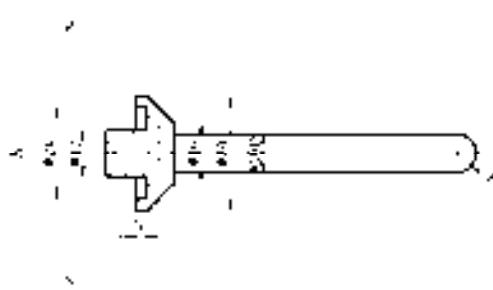

图 6-48 标注角度尺寸
- 6) 标注角度尺寸。单击“标注”工具栏中的“角度”按钮 ，对图形进行角度尺寸标注，结果如图 6-48 所示。